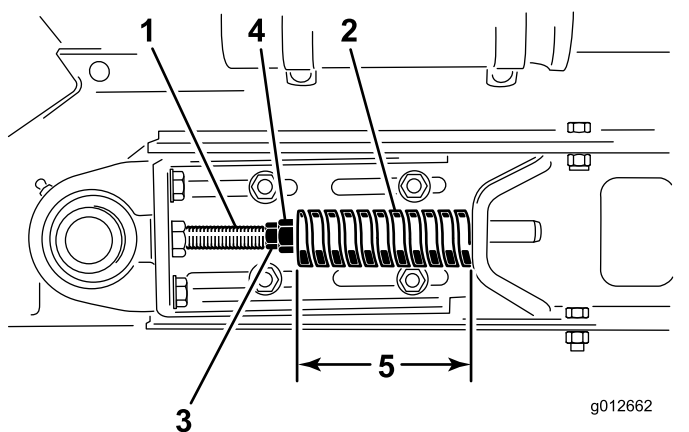

Figura 20
3. Allentate il controdado posteriore (Figura 20).